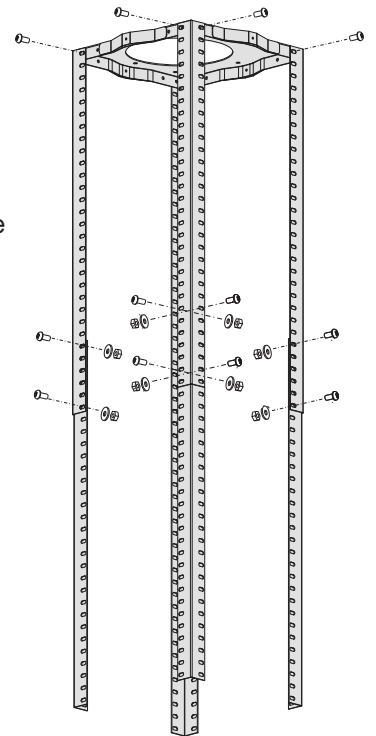

Figure 2
- Attachez les 2 sections du coin de fer ensemble pour chaque coin en utilisant les 16 vis M4 × 10 mm, les rondelles et les écrous. Voir figure 2.
- Utilisez des 8 vis de fixation M4 × 10 mm pour attacher le coin de fer dans le panneau de suspension. Voir figure 2.